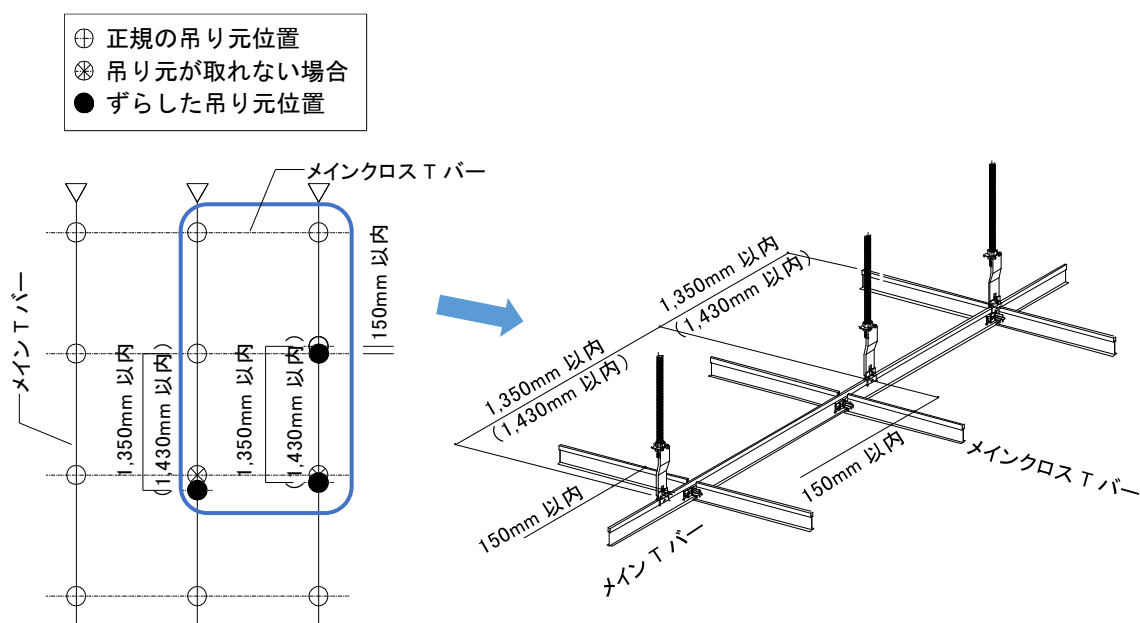

図2-3-2 吊りボルト設置時の注意事項
②ハンガーを組付けた吊りボルトをインサートにねじ込み、吊りボルトが鉛直になるように設置すること。
③吊りボルト設置時は、メインTバーとメインクロスTバーの交点 $1,200 \times 1,200 \text{ mm}$ または $1,280 \times 1,280 \text{ mm}$ 付近に直吊りする。やむを得ず交点から離れて吊る場合は、メインTバー方向、メインクロスTバー方向とも 150 mm以内とし、吊りボルト相互の離れは 1,350 mm以内 ($1,280 \times 1,280 \text{ mm}$ の場合は 1,430 mm以内)とすること。(図 2-3-2 参照)